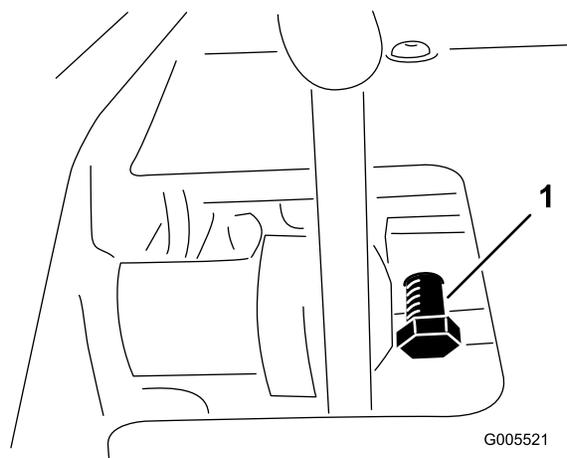

Figura 53
1. Afloje la contratuerca del perno de bloqueo del pedal (Figura 53).